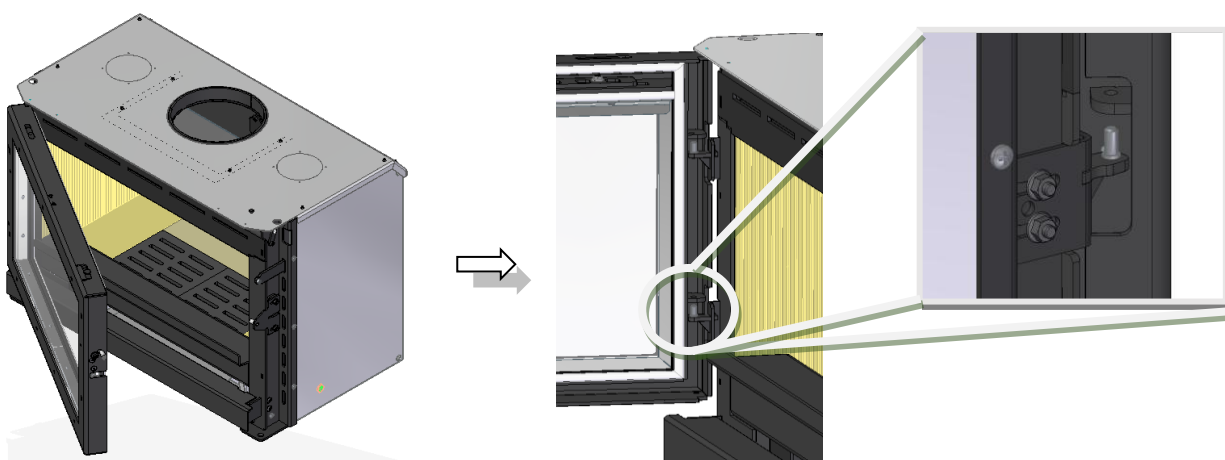
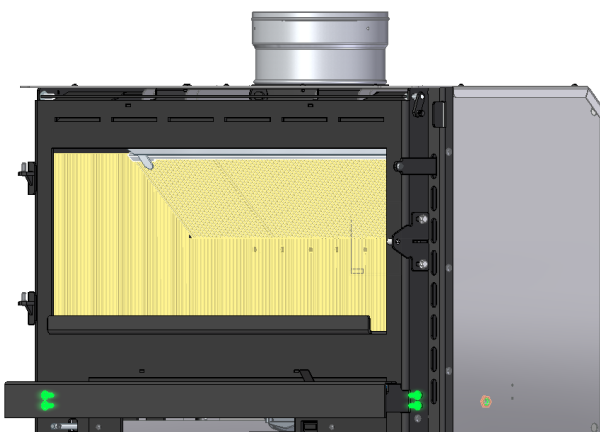

Figura 11 – Desenganche de la puerta de los soportes
Figura 12 – Desmontaje de la tapa inferior
9. Hay que tener en cuenta que cuando se coloca el equipo hay que quitar la puerta levantándola hacia arriba para poder quitar la puerta de los soportes, Figura 11. Si su equipo es una puerta de chapa, es aconsejable retirar también el panel inferior, aflojando los tornillos laterales como se muestra en la Figura 12. Si se trata de una unidad con puerta de cristal, no hay panel inferior.